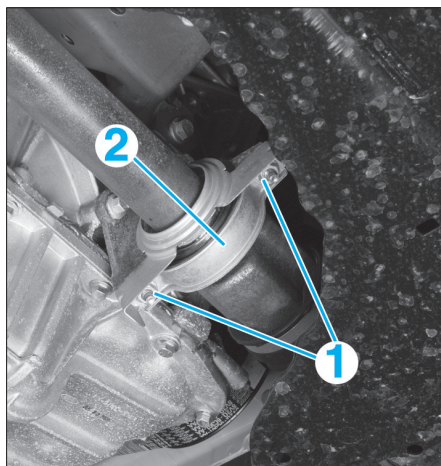

Fig. 1
- Déposer les fixations (1) du palier de l'arbre intermédiaire puis la bride (2) (Fig.1).